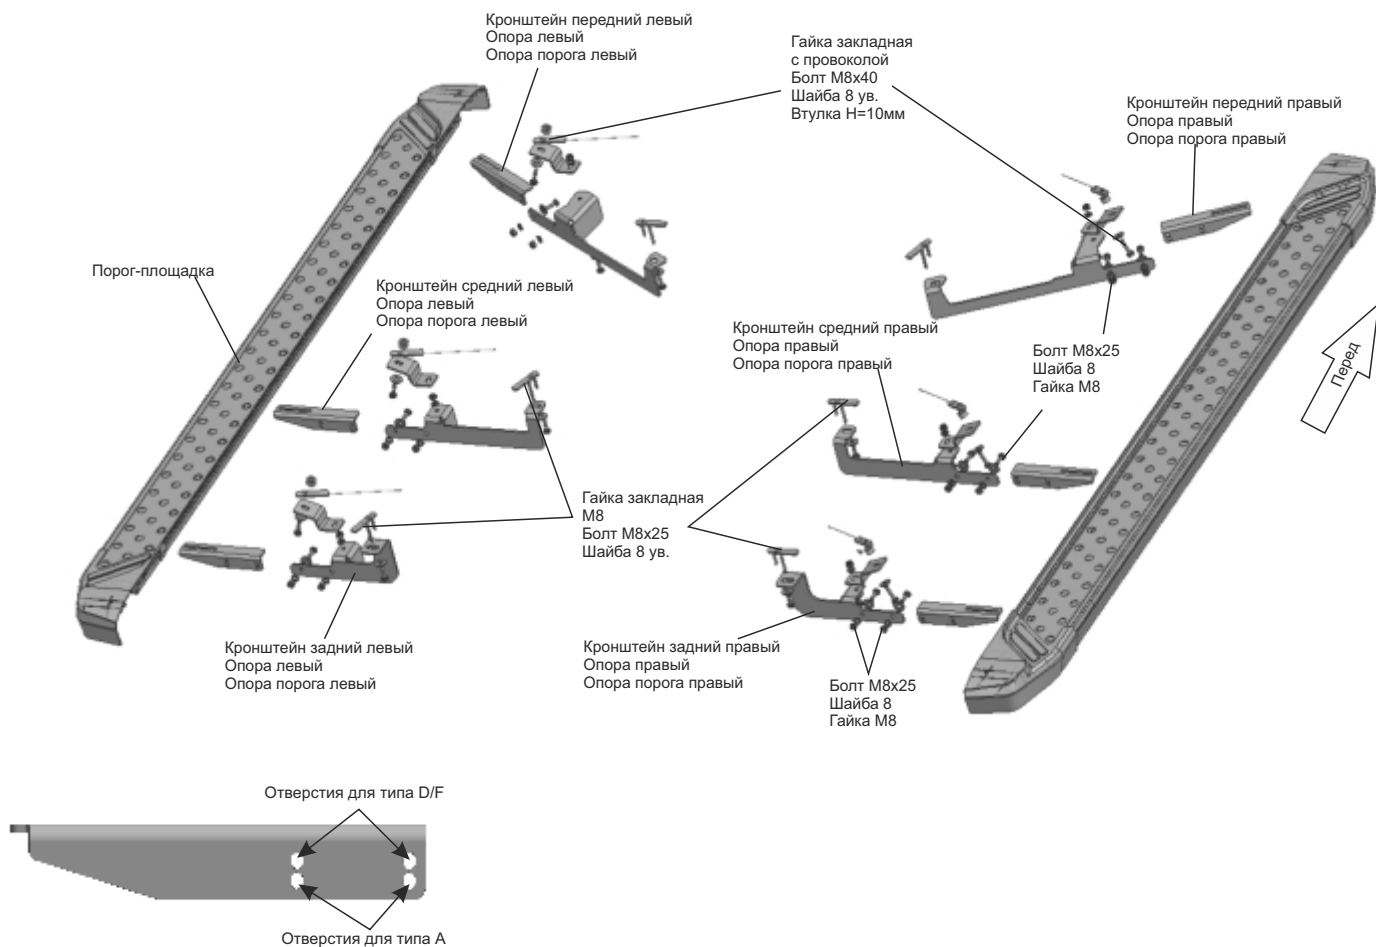

Рис. 1
8. Скрепить между собой опоры порога и кронштейны болтами M8x25 с шайбами 8 и гайками M8. (Рис.1, Рис. 12)